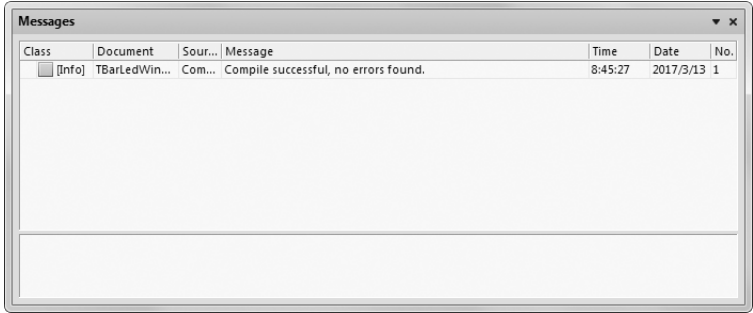

图 14-24 文件的编译信息
(2) 编译结束后，打开“Messages”（信息）面板，查看编译的详细信息，如图 14-24 所示。